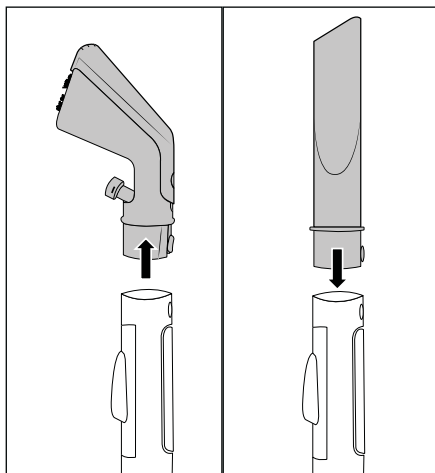

Fig. 8
- ◆ Shtypni butonin e kyçjes **25/32** dhe hiqeni kokën e tapicerisë **22** ose kokën për hapësira të ngushta **29** nga tubi i spërkatjes/thithjes **19** (shih Fig. 8).